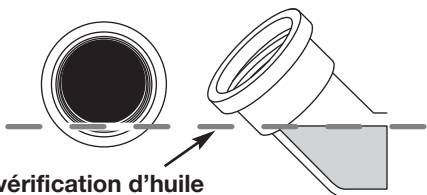
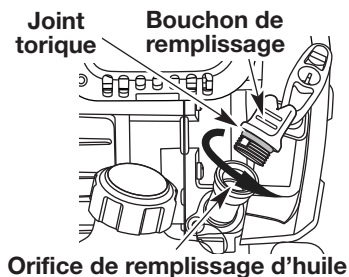

Fig. 12
Fig. 10
2. Retirez le bouchon / la jauge d'huile du carter-moteur (Fig. 10).
2. Retirer le bouchon de remplissage d'huile du carter-moteur (Fig. 10).
3. Regarder dans le trou de remplissage d'huile (Fig. 10). Si l'huile arrive jusqu'au premier trait, cela signifie que le réservoir d'huile est plein (Fig. 12). Sinon, rajouter de l'huile jusqu'à ce que celle-ci arrive au premier trait.